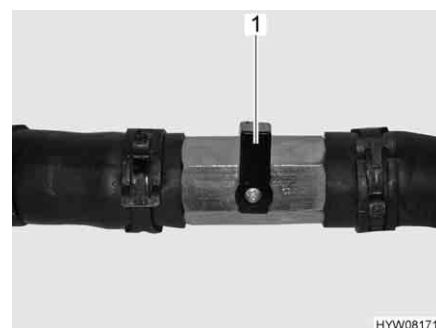

Fig. 205 Robinet d'arrêt fermé
- Placer le levier (Fig. 205,1) transversalement à la conduite.